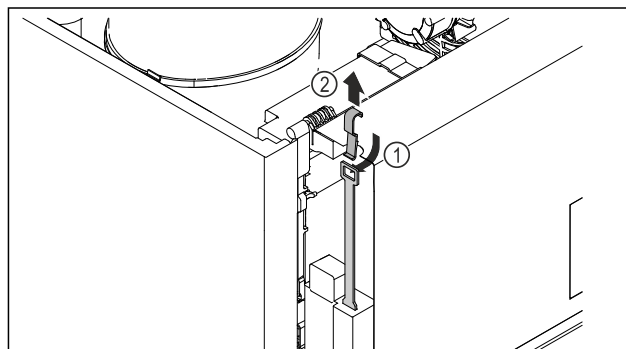

Fig. 240
- Insérer la clé de déverrouillage d'urgence depuis le haut Fig. 240 (1), l'accrocher au verrou et la tirer vers le haut Fig. 240 (2).